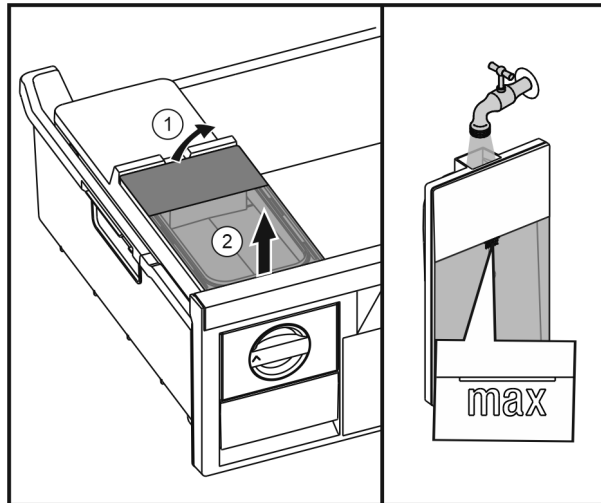

Fig. 43
- ▶ Soulever le réservoir d'eau depuis l'arrière Fig. 43 (1) et l'enlever vers le haut Fig. 43 (2).